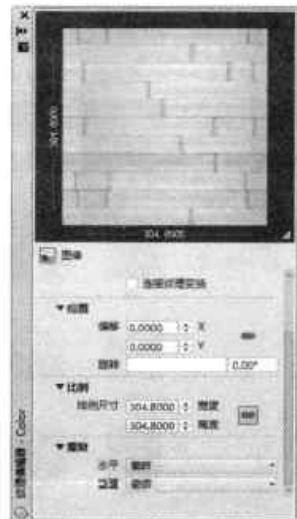

图14-10 设置材质图参数
**Step 04** 在“材质编辑器”选项板中，双击添加的图像，在“纹理编辑器 -Color”选项板中，用户可对材质的显示比例、位置等选项进行设置，如图 14-10 所示。